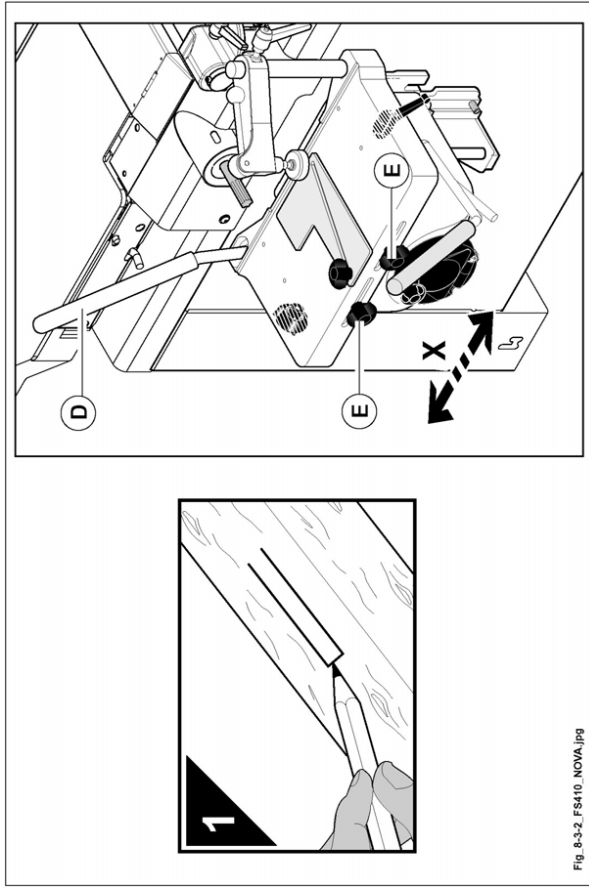

Abb. 8.3-2
- mit einem Bleistift den Bereich der Kerbung auf dem Werkstück einzeichnen (1 Abb. 8.3-2).
- Den Quervorschub mit dem Hebel (D Abb. 8.3-2) in Funktion der Kerbung testen und die seitlichen Anschläge mit den Griffen (E Abb. 8.3-2) arretieren.
für die Lochbearbeitung müssen eine Reihe von Bohrungslochern in der Nähe ausgeführt werden, danach durch Hebel (D Abb. 8.3-2) den Tisch versetzen und die Aushöhlung vervollständigen.